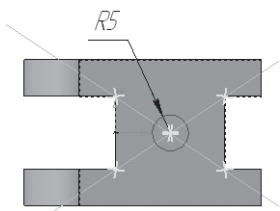

Рис. 219
- – окружность. Постройте окружность радиусом 5 мм ($\varnothing = 10$) – рис. 219;